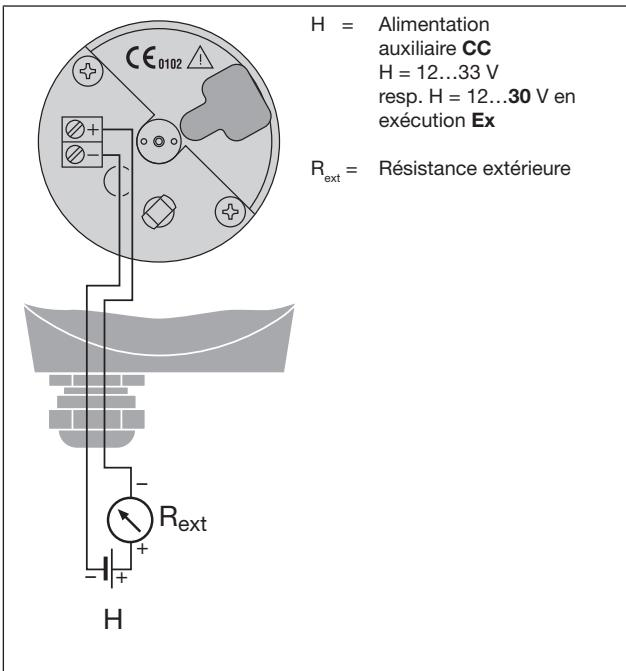

Fig. 5. Schéma de connexion.
Dénuder les fils sur une longueur suffisante et les raccorder aux bornes (4.1) selon Fig. 5.
- Mettre en service le convertisseur de mesure et le raccorder à l'équipement de programmation selon Fig. 5 (commutateur AUX du PK 610 sur OFF).